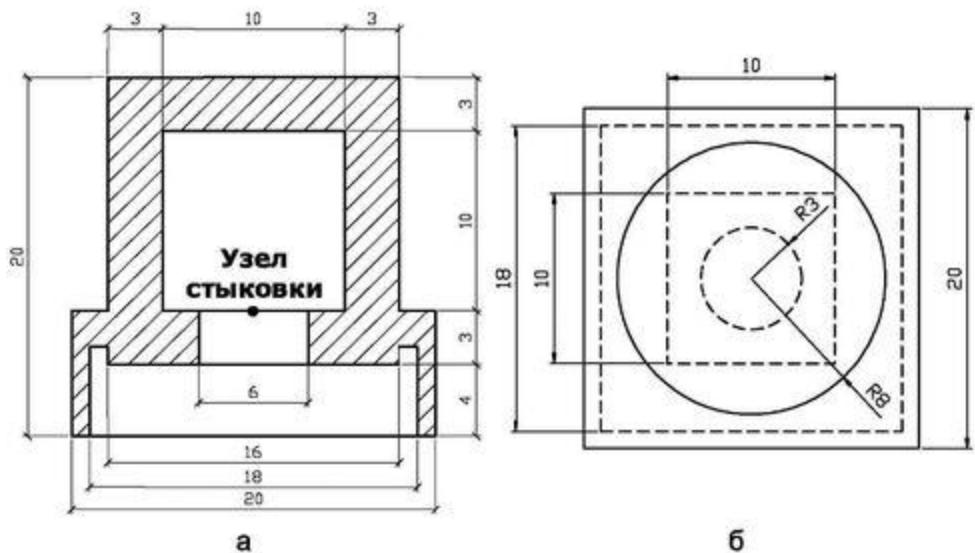

Рис. 11.10. Рабочие чертежи детали
Данный пример является продолжением предыдущего и демонстрирует методику создания тела методом объединения. Рассмотрим порядок создания твердотельной модели по рабочим чертежам, изображенным на рис. 11.10.
1. Вначале следует перейти на главный вид и соединить два объекта в узле стыковки (рис. 11.10а). Для этого необходимо отключить все режимы привязки, кроме режима Center (Центр), а затем выделить деталь. После этого достаточно щелкнуть по ручке в узле стыковки и перетащить его со всей фигурой в точку соединения двух объектов (рис. 11.10). При этом привязка должна осуществляться обязательно с применением режима Node (Узел). В противном случае объекты могут сместиться относительно продольной оси детали. После выполнения этих действий в режиме изолиний объекты должны быть расположены в соответствии с рис. 11.11а.